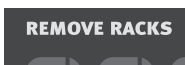

Fig. 63 Voyant « Retirez les grilles »
- Retirez toutes les grilles et tous les accessoires de l'intérieur du four afin d'éviter d'éventuels dommages. Si vous ne retirez pas les grilles du four, elles peuvent se décolorer. La grille Luxury GlideMC doit être retirée avant de mettre en marche le cycle d'autonettoyage afin d'éviter de réduire la capacité de glissement de la grille. Le message **REMOVE RACKS** (retirez les grilles) clignotera sur l'afficheur pendant plusieurs secondes en guise de rappel pour ne pas oublier d'enlever les grilles avant de commencer un cycle d'autonettoyage (figure 63).